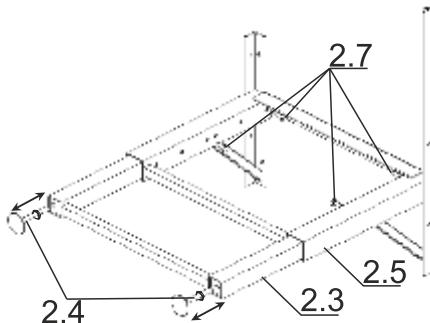

Рисунок 2.1
- уложите детали “ног” первого марша (рис.2.1) на полу;